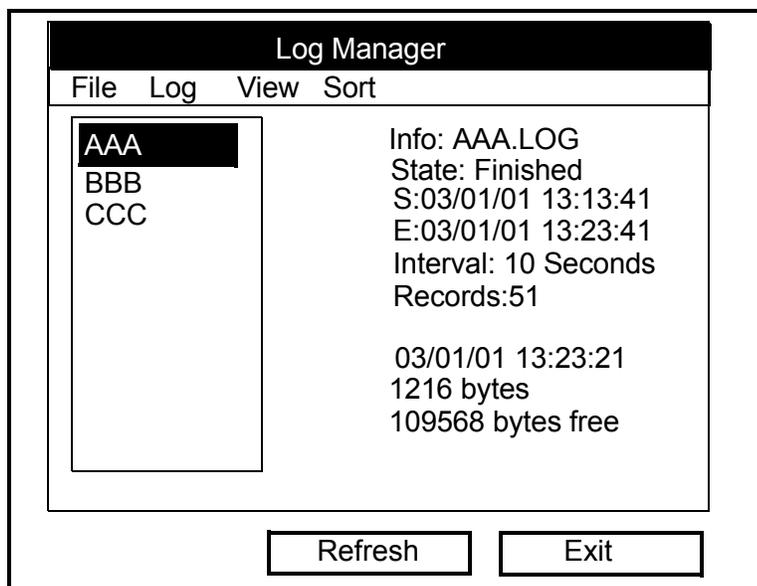

Рис. 5-2. Окно Log Manager (Диспетчер регистрации)
2. При выделенном меню *Log* (Меню регистрации) прокрутите до пункта *Manager* (Диспетчер) и нажмите [ENTER] (ВВОД). Будет показан экран как на рис. 5-2 ниже.
1. В окне *Log Manager* (Диспетчер регистрации) (см. Рисунок Рис. 5-2 на стр. 5-2) клавишами курсора [▼] и [▲] выделите журнал, который необходимо удалить.
2. В окне *Log Manager* (Диспетчер регистрации) (см. Рисунок Рис. 5-2 на стр. 5-2) клавишами курсора [▼] и [▲] выделите журнал, который необходимо передать.